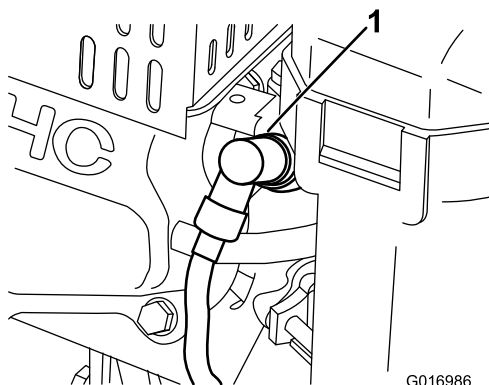

Figura 27
1. Staccate il cappellotto della candela (Figura 27).